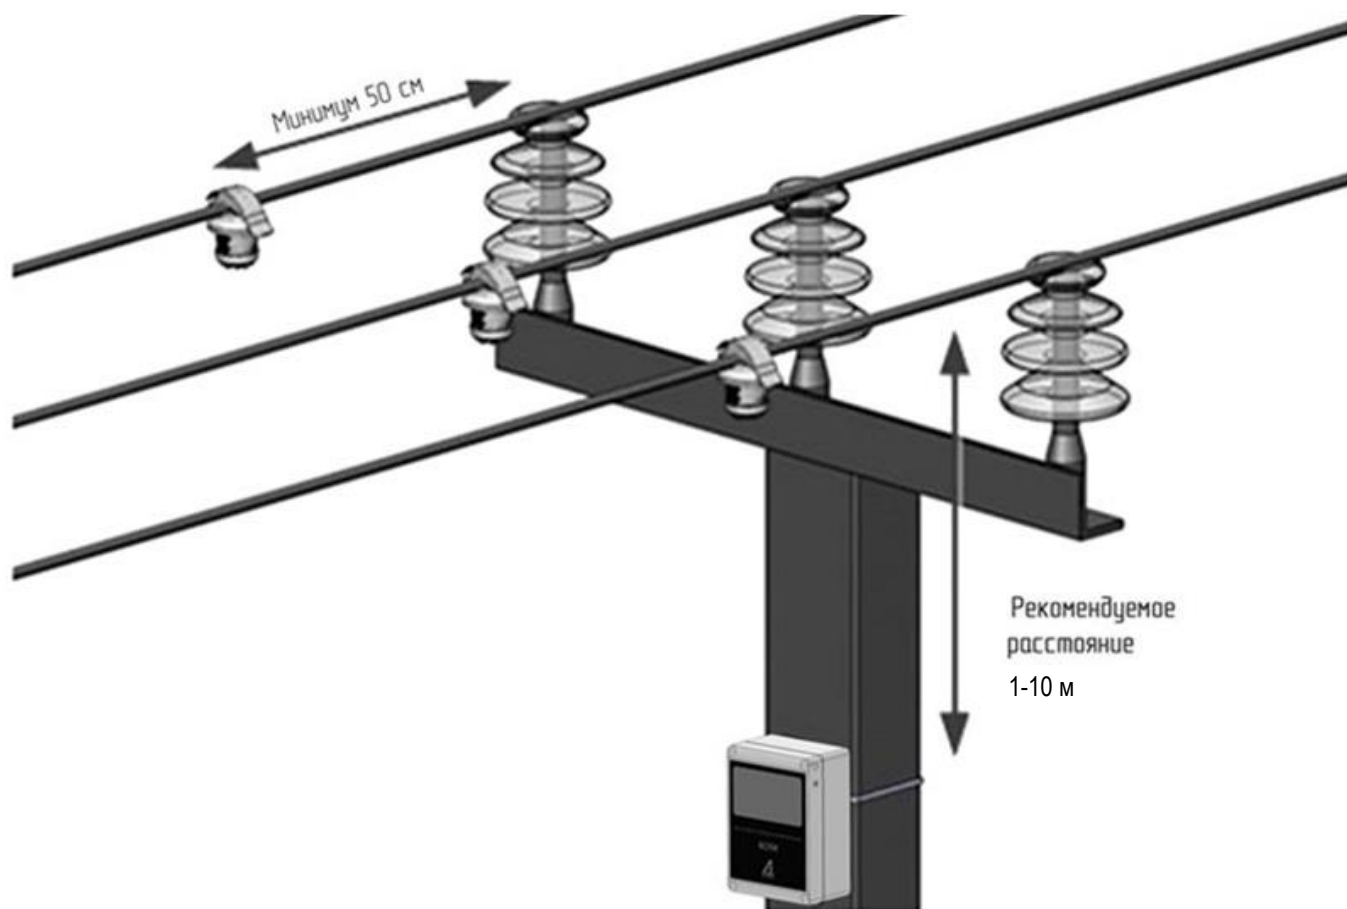

Рисунок 2 – Пример установки датчиков и БСПИ-ЗЛ-МР
1.5.1 Установка датчиков и БСПИ-ЗЛ-МР на ВЛ (см. Рисунок 2):